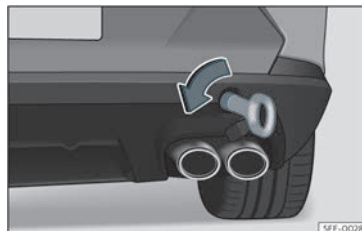

Fig. 46 Sul lato destro del paraurti posteriore: occhiello di traino avvitato.
- Avvitare l'occhiello di traino nell'alloggiamento, ruotandolo fino in fondo **in senso antiorario**»» fig. 46 »» ❶. Utilizzare un oggetto idoneo per avvitare completamente e saldamente l'occhiello di traino nel suo alloggiamento.
❶ AVVISO